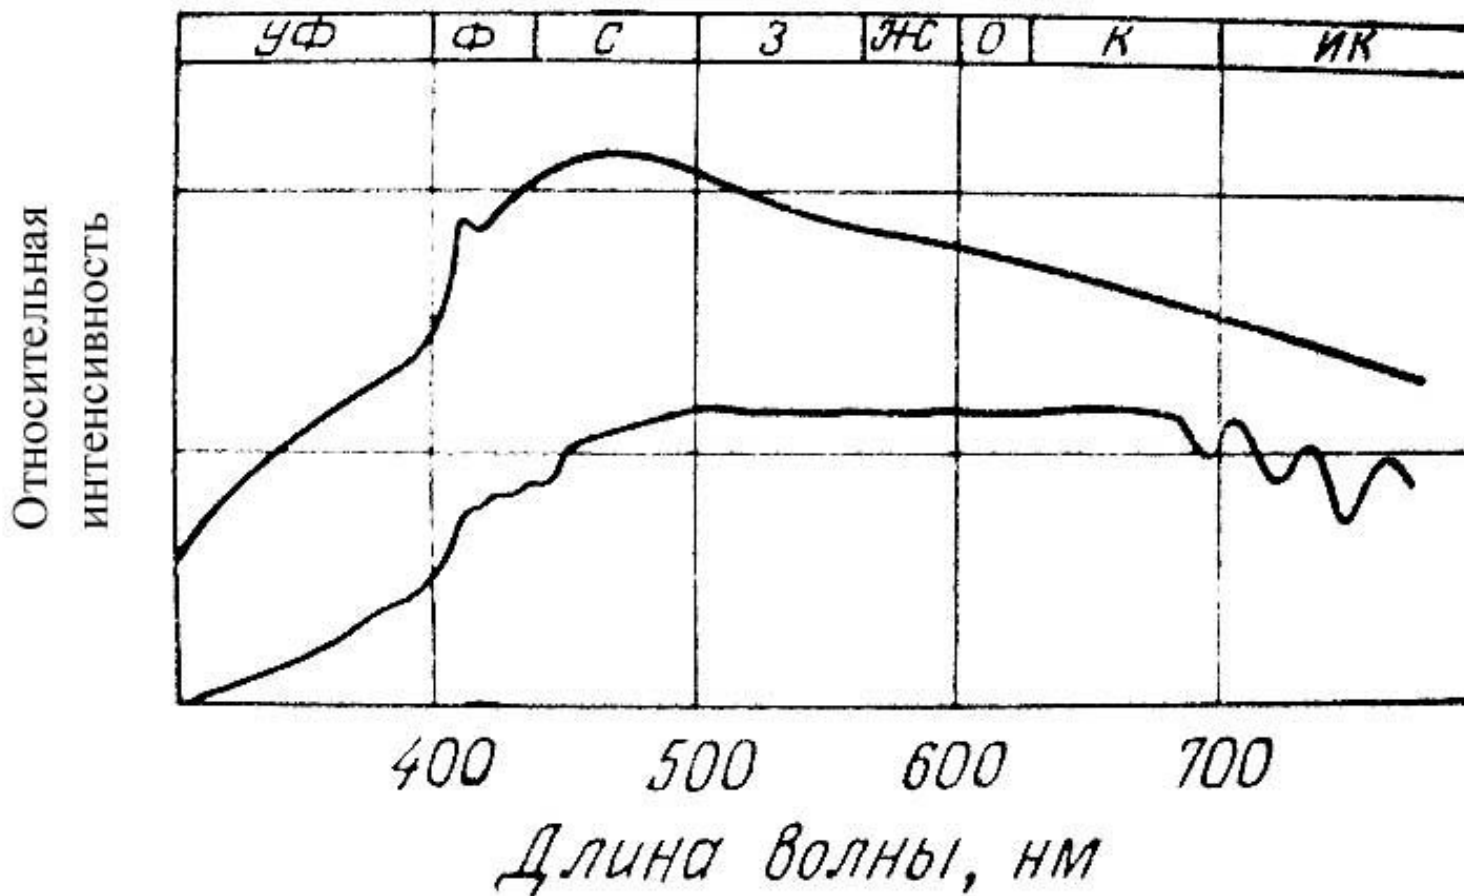

Рис. 7. Спектральное распределение прямого солнечного света в верхних слоях атмосферы (вверху) и на уровне моря (внизу).
- Наибольший интерес с точки зрения химических и визуальных воздействий представляет излучение в интервале 300 – 800 нм. На рис. 7 представлена увеличенная часть этой области.
- Верхняя кривая на рис. 7 характеризует распределение света на высоте 320 км над землей, а нижняя – распределение света на уровне моря. По всей видимой области солнечная энергия, измеренная на уровне моря, относительно равномерно распределена по длинам волн.